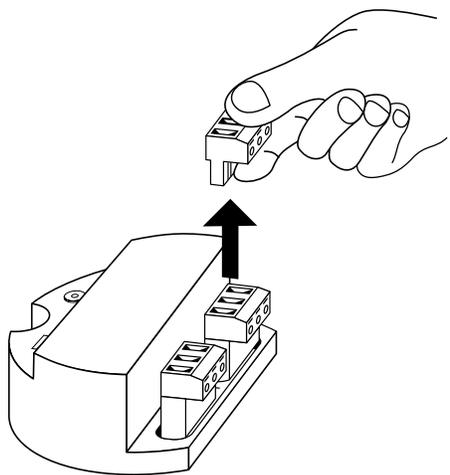

Figura 5
3. Conecte os fios da alimentação aos terminais apropriados. Para simplificar a fiação, as barras de terminais podem ser removidas do módulo levantando-se a borda frontal do bloco de terminais. Veja a Figura 5.